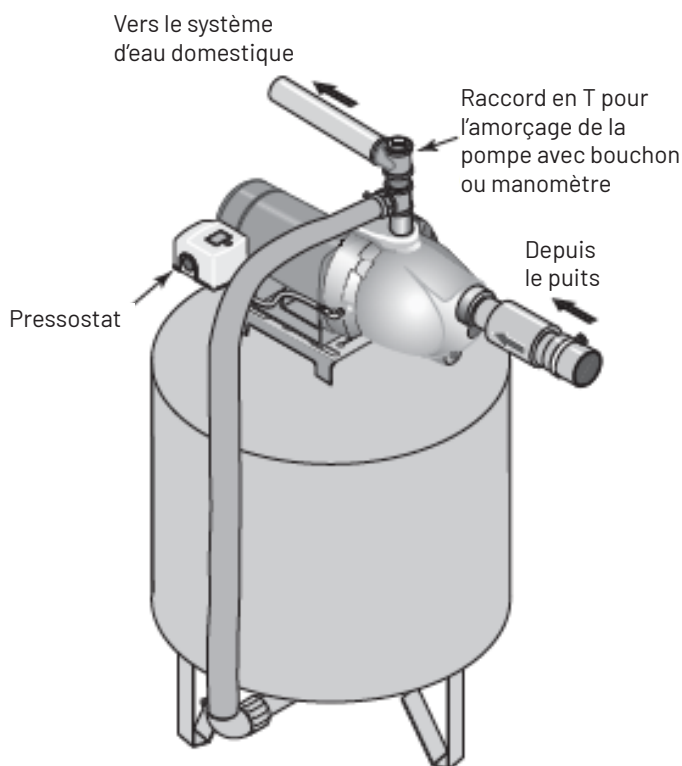

Figure 4 : Raccords du réservoir préchargé
1. Installez deux raccords en T dans l'orifice de refoulement de la pompe (figure 4). Le diamètre du tuyau doit être au moins égal à celui de l'orifice de refoulement.